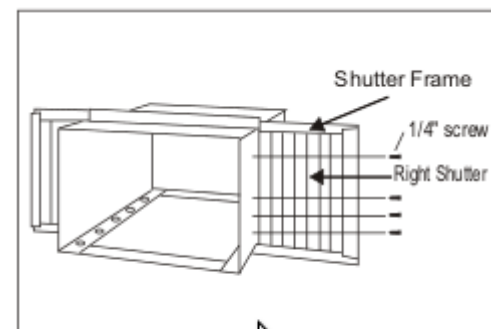

Fig. 4
Deslice las persianas en la parte superior e inferior como se muestra en (Fig. 4). Las persianas son identificadas (en cada cuadro) como "izquierda" y "derecha". Fijar las persianas al gabinete usando (4) tornillos de 1 / 4 "en cada lado.